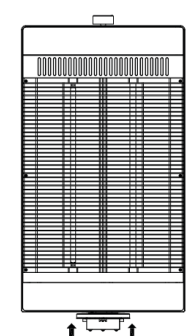

ABB. 3
3. Der Sockel ist am Boden des Ofens zu befestigen (Abbildung 3).